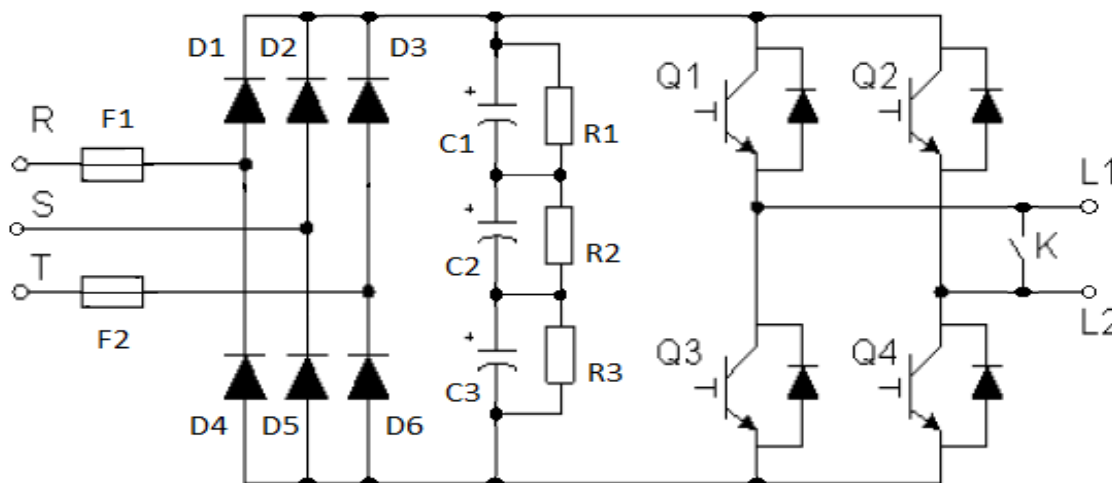

Рис. 6.1 - Схема силовой ячейки с байпасом
Для реализации функции байпаса силовой ячейки, каждая силовая ячейка оснащается дополнительной цепью шунтирования (K) на базе IGBT-транзисторов (рис. 6.1). Шунтирование проводится без прерывания работы преобразователя частоты, при этом на дисплей панели управления выводится сообщение об активации режима байпасирования силовой ячейки.